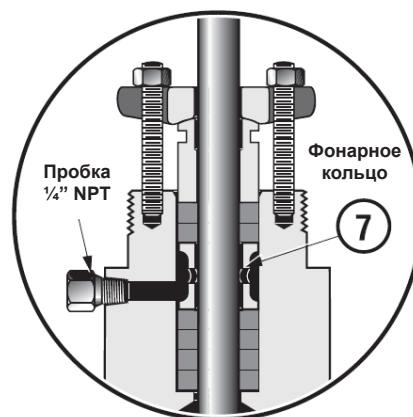

Рисунок 2. Соединение для смазочного устройства (дополнительно)
- L. Если имеется соединение для устройства определения утечек, подсоедините его к боковому порту с резьбой NPT в крышке. Если такое соединение отсутствует, то заглушка 1/4" NPT должна оставаться на месте (Рисунок 2).